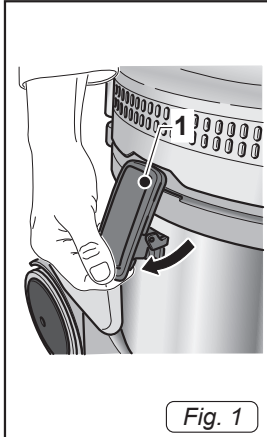
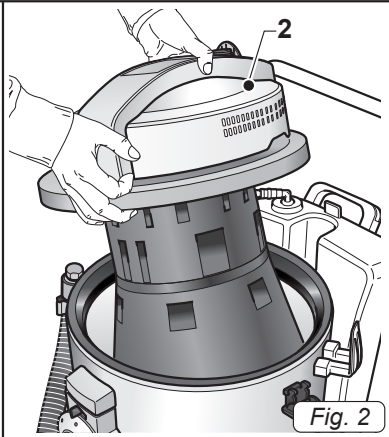

Fig. 1
Fig. 2
- Sganciare le leve (1 Fig.1) e rimuovere il coperchio (2 Fig.2) completo di gruppo motore.
- Rimontare il coperchio (2 Fig.2) e bloccarlo tramite le leve (1 Fig.1).